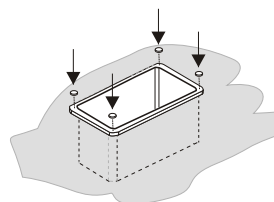

Fig 12
8- Pour faciliter l'éventuel démontage du moteur et éviter tous dommages au caisson de fondation, insérer aux 4 extrémités-dans les sièges Circulaires-les 4 plateaux zingués (en dotation). Voir Fig. 12.
- La connexion entre câble alimentation moteur et le câble de la centrale doit être effectuée au dehors du caisson de fondation et à l'intérieur d'un boîtier étanche. Autrement des infiltrations d'eau pourraient se vérifier à travers le câble d'alimentation provoquant l'avarie du moteur. Voir Fig. 12